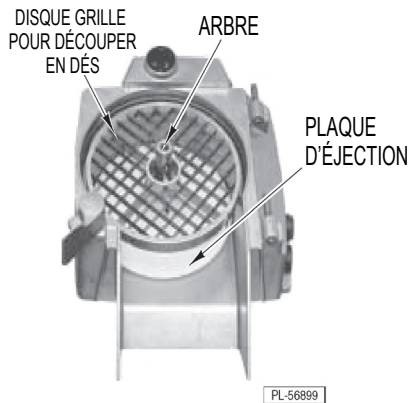

Fig. 4
4. Centrez la plaque d'éjection sur l'arbre et, avec les fentes de la plaque d'éjection alignées avec les goupilles de l'accouplement, poussez la plaque d'éjection vers le bas de l'arbre et sur son accouplement (fig. 4). Tournez-la dans le sens antihoraire pour verrouiller.
5. Si vous souhaitez couper en dés ou hacher, insérez un disque grille et tournez-le jusqu'à ce que la goupille de maintien s'insère dans l'encoche (fig. 4).